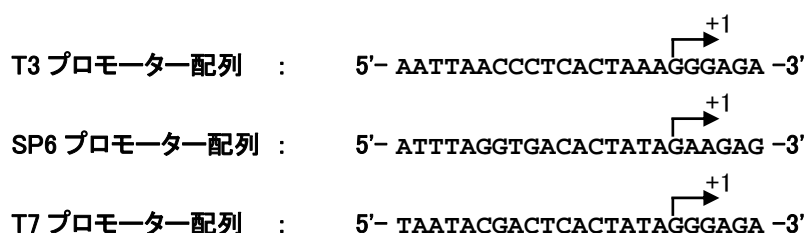

図 1: ファージ RNA ポリメラーゼのプロモーター配列
*in vitro* 転写反応では、転写開始点から下流のアンチセンス鎖を鋳型 DNA として、RNA を合成しますが、プロモーター配列部分は完全に二本鎖を形成する必要があります。図 1 では +6 までを含む配列を記載していますが、+1 のグアノシン残基までが *in vitro* 転写反応を開始するために必ず必要とされています。